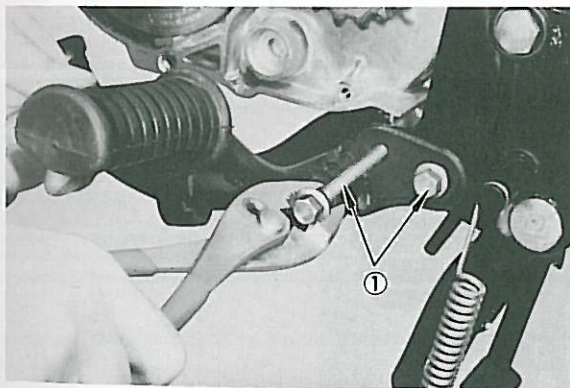

Fig. 3-1-9
1. Remove five engine mounting bolts. Remove footrest two bolts (1) and two bolts (2) in the upper area of the engine, and remove bolt (3). (Fig. 3-1-9, 3-1-10 and 3-1-11)
Enlever le boulon des repose-pieds (1) et les deux boulons (2) supérieurs, et enlever le boulon (3) en dernier lieu. (Fig. 3-1-9, 3-1-10 et 3-1-11)
1. Pour enlever ces boulons, desserrer suffisamment les deux boulons (2) pour pouvoir les dévisser à la main. Tenir le moteur de la main gauche, et enlever les boulons (2), puis le boulon (3).
Fußrestenbolzen (1) und zwei Schrauben (2) im Oberteil des Motors sowie die Schraube (3) entfernen. (Fig. 3-1-9, 3-1-10 und 3-1-11)